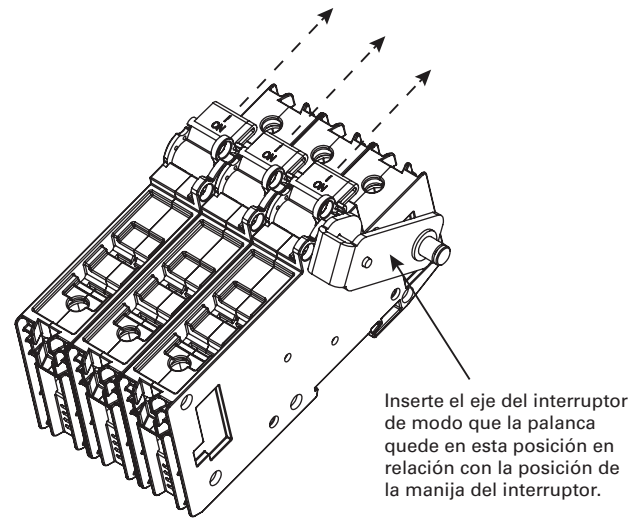

Fig. 2-2. Alinee la palanca del eje con la posición de la manija del interruptor.
- Paso 2.** Coloque el interruptor en la posición ON e inserte el eje en el lado derecho del interruptor hasta que esté completamente asentado. Tenga cuidado de alinear la palanca del eje de modo que apunte a las aberturas del lado de línea (vea la Fig. 2-2).